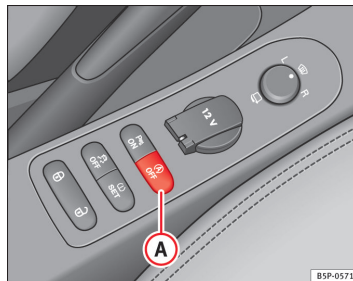

Fig. 119 Knap til start-stop-system
- Tryk på knappen **A** ⇒ Fig. 119 i midterkonsollen. Når start-stop-systemet er deaktiveret, lyser kontrollampen i knappen.
- Tryk på knappen **A** ⇒ Fig. 119 i midterkonsollen. Kontrollampen i knappen slukker.